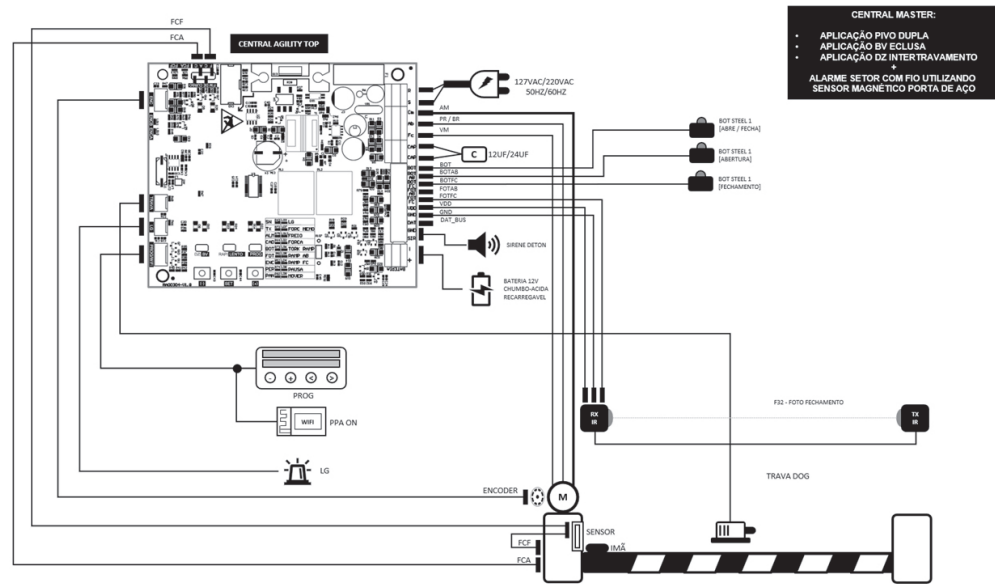

Figura 5 – Aplicação de alarme para portão vazado com 2 setores com fio (Sensor FCF e Sensor Reed).
- Alarme perimetral do portão contendo 2 setores com fio (Fim de curso / Encoder e Chave Reed) FIGURA 5 + 8 setores sem fio (Magnetito / Smart RF) FIGURA 1.